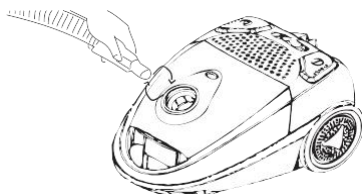

Figure 2
1. Le branchement du tuyau souple sur le bloc moteur se fait en le tournant (voir la figure 2). Pour détacher le tuyau souple, vous le tournez vers la gauche sur le branchement et vous attirez le branchement à vous.